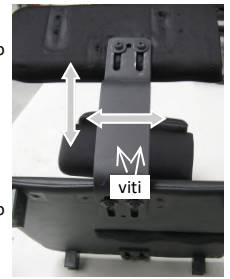

fig. 18.3: Regolazione staffa
B) spostamento del contenitore lungo la staffa (fig. 18.3)
• **Regolazione altezza** (fig. 18.3)